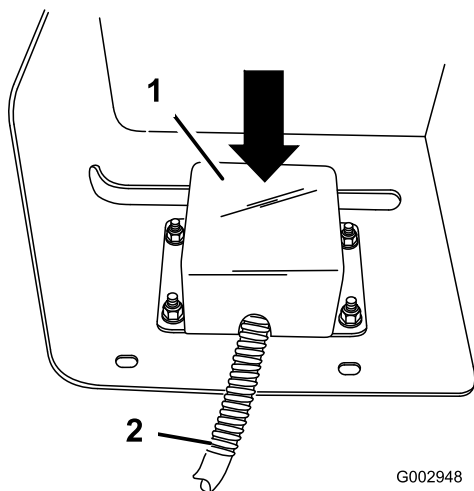

Bild 30
16. Setzen Sie die Abdeckung des Schalterkabels auf die Schalter und um die Drähte auf (Bild 30), befestigen Sie sie mit vier Bundbolzen (1/4 x 3/4 Zoll) und vier Bundmuttern (1/4 Zoll).